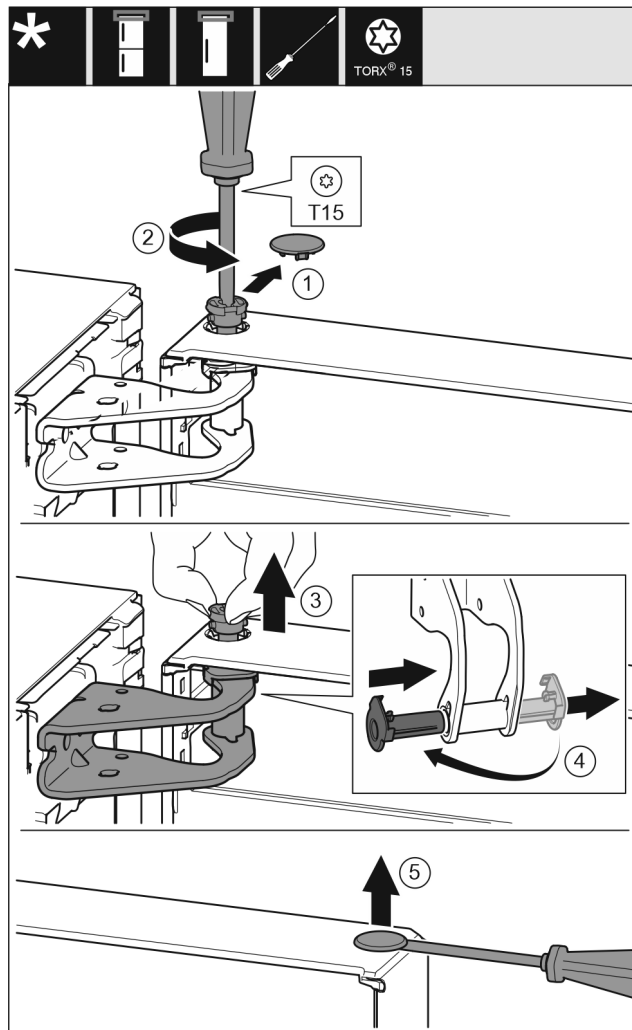

Fig. 9
- ▶ Осторожно снимите предохранительную крышку. Fig. 9 (1)
- ▶ Немного выкрутите палец отверткой T15. Fig. 9 (2)
- ▶ Удерживая дверь, извлеките палец вручную. Fig. 9 (3)
- ▶ Опорную втулку вытяните из направляющей. Установите и зафиксируйте с другой стороны. Fig. 9 (4)
- ▶ Осторожно приподнимите и извлеките при помощи шлицевой отвёртки заглушку из опорной втулки двери. Fig. 9 (5)